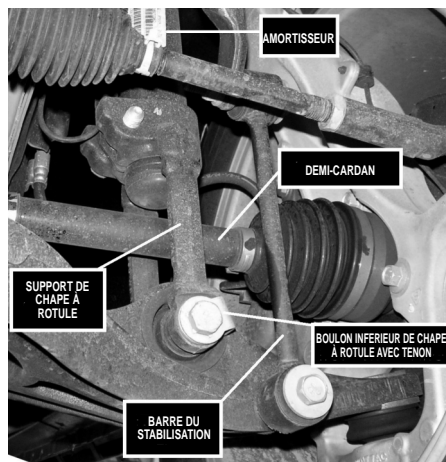

FIGURE 1
10. Si le véhicule est à quatre roues motrices, retirer le boulon de la partie inférieure de l'amortisseur (VOIR FIGURE 1).
11. Retirer le boulon inférieur de la chape à rotule et l'écrou du bras de commande inférieur (VOIR FIGURE 1).
12. Retirer le boulon inférieur de la barre de stabilisation sur le bras de commande inférieur (VOIR FIGURE 1).